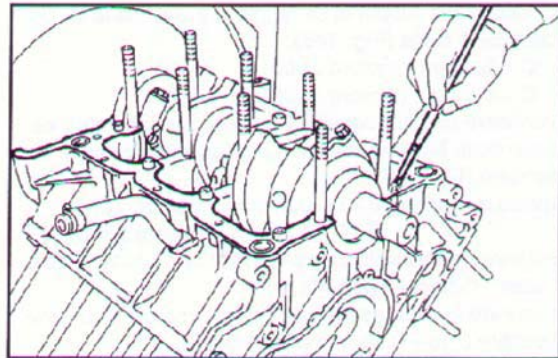

Fig. 149 ▲
- con l'ausilio di un pennellino, spalmare sulla superficie di appoggio del basamento il sigillante per piani Loctite 518 (Fig. 149);
- using a brush, spread a little Loctite 518 plane sealer on the crankcase support surface (Fig. 149);